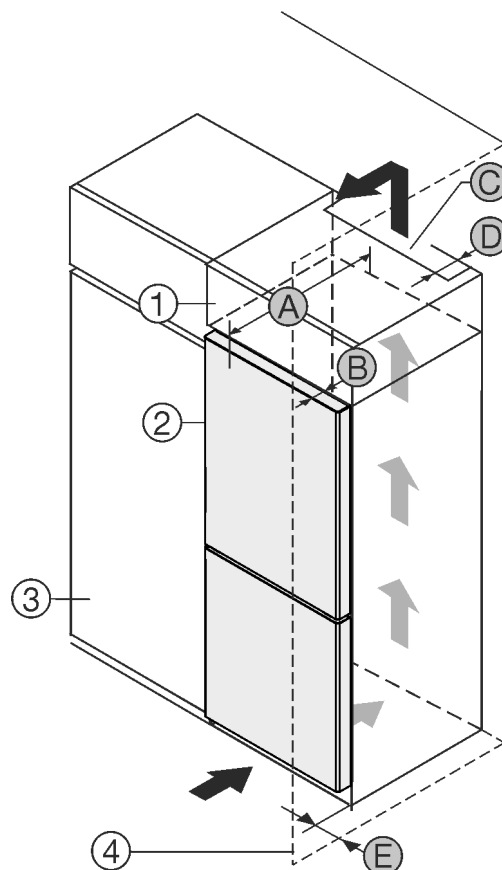

Fig. 1
Uređaj se može postaviti direktno uz kuhinjski element Fig. 1 (3).*
Na stražnjoj strani visećeg ormara treba postojati otvor za odzračivanje dubine Fig. 1 (D) po cijeloj širini visećeg ormara.
Ispod stropa prostorije treba poštovati ventilacijski presjek Fig. 1 (C).
Kada se uređaj postavlja s okovima pored zida Fig. 1 (4), razmak između uređaja i zida mora iznositi najmanje 13 mm.
Kada se uređaj postavlja s okovima pored zida Fig. 1 (4), razmak između uređaja i zida mora iznositi najmanje 20 mm.
Kako biste vrata mogli potpuno otvoriti, uređaj mora biti za dubinu vrata Fig. 1 (B) ispred u odnosu na prednjicu kuhinjskog elementa. Ovisno o dubini kuhinjskih elemenata Fig. 1 (3) i uporabi zidnih odstojnika, uređaj može i dalje stršati.*